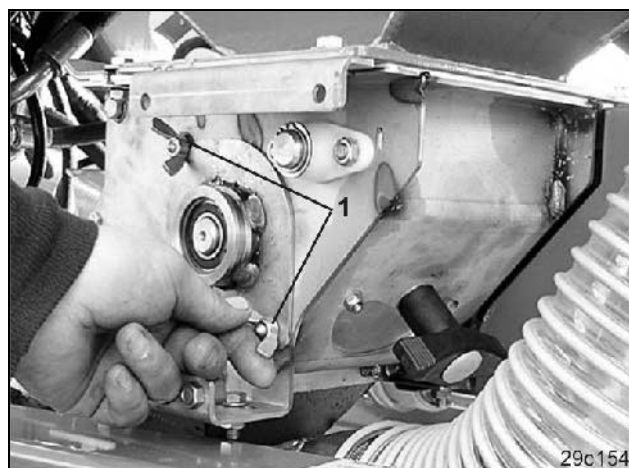

Fig. 75
- Allentare i due dadi ad alette (Fig. 75/1) senza svitarli.